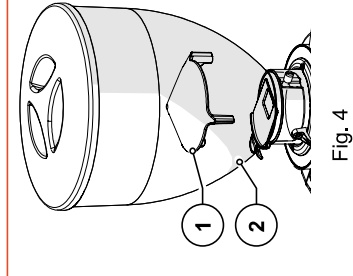

Fig. 4
- **Champignon anti-intrusion sur la trémie d'alimentation du café (Fig. 4)**